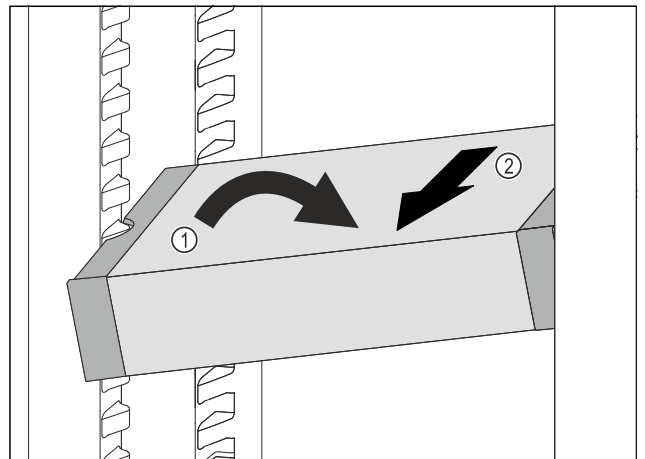

Fig. 57
- ▶ Встановити VarioSafe під кутом в охолоджувальному відділенні. Fig. 57 (1)
- ▶ Витягнути VarioSafe вперед. Fig. 57 (2)